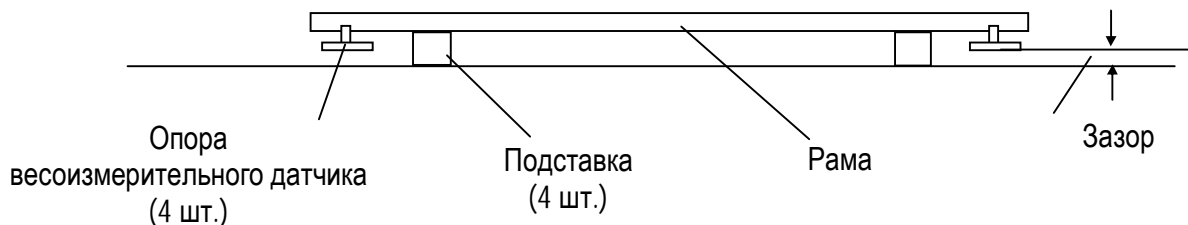

Рис. 11.1- Вывешивание рамы
11.4 Вывесить раму платформы весовой - подложить под нее вставки (деревянные бруски подходящего размера) так, чтобы между опорами весоизмерительных датчиков и полом был зазор (рисунок 11.1).